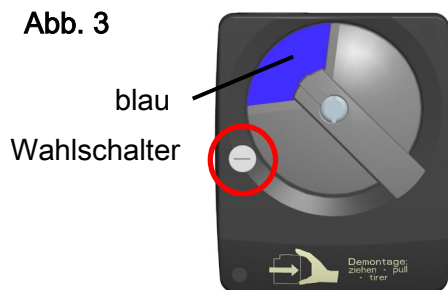

Abb. 4
1. Drehen Sie den Stellknopf des Mischers in die Position **0** (Abb. 4).
4. Montieren Sie die Verdrehsicherung / den Rastbolzen in die **linke** Öffnung der Metall-Platte (siehe Abb. 4). Der Stellmotor wird auf einem Rastbolzen befestigt.